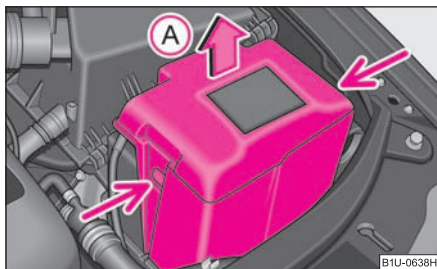

Fig. 150 Compartimentul motor: Bateria
- Apăsați elementele de fixare din părțile laterale ale capacului bateriei ⇒ fig. 150 și trageți capacul în sus, vezi săgeata **A**.